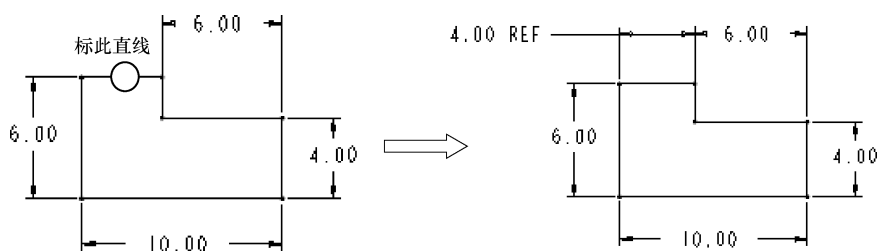

图 3-98 转化为参照尺寸
- 保留多余的尺寸，将其转化为参照尺寸，转化为参照尺寸后出现“REF”字样，如图 3-98 所示。